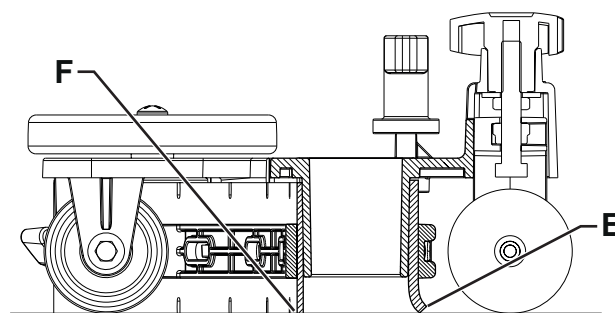

Abbildung 4
1. Die Sauglippe (A, Abb. 4) einbauen und mit den Sterngriffen (B) am Bügel (C) befestigen.
2. Wenn erforderlich, die Sauglippe mit dem Knopf (D) so einstellen, dass der hintere Gummi (E) und der vordere Gummi (F) den Boden berühren, wie in der Abbildung gezeigt.